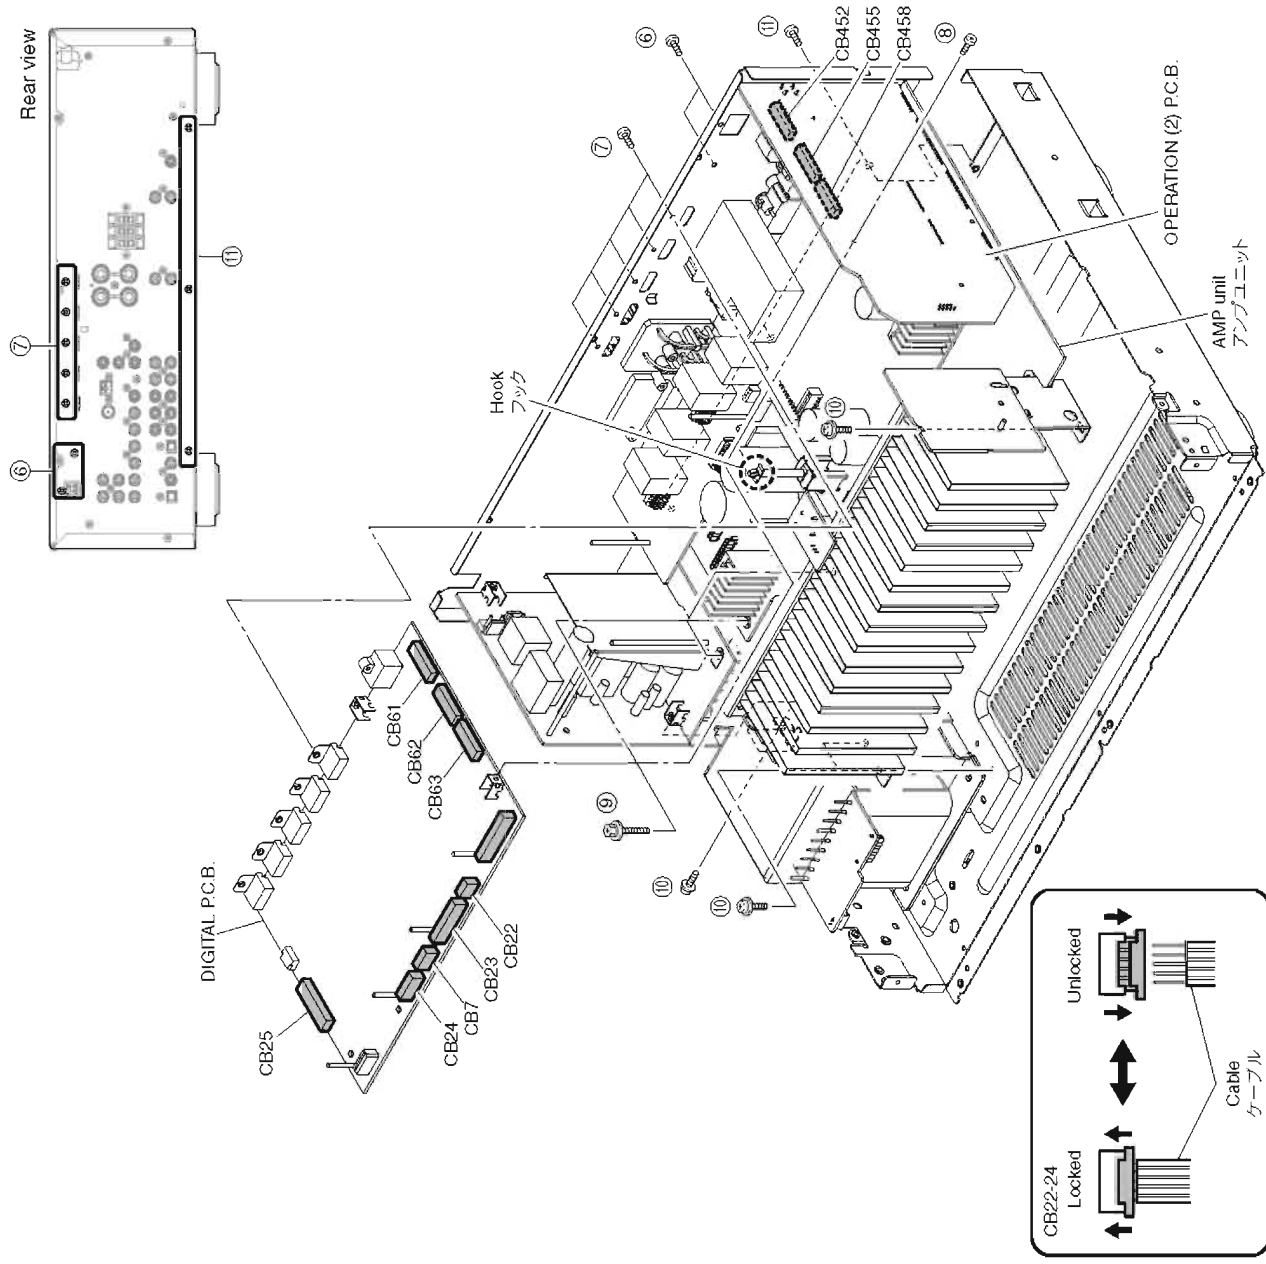

Fig. 2
- Remove 2 screws (⑥) and 5 screws (⑦) (Fig. 2)
- Remove screw (⑧) (Fig. 2)
- Remove CB7 and CB25 (Fig. 2)
- Unlock and remove CB22~24 (Fig. 2)
- Release hook (Fig. 2)
- Remove the DIGITAL P.C.B. which is connected directly to the OPERATION (2) P.C.B. with board-to-board connectors (Fig. 2)
- ⑥のネジ2本、⑦のネジ5本を外します。(Fig. 2)
- ⑧のネジ1本を外します。(Fig. 2)
- CB7、CB25を外します。(Fig. 2)
- ロックを外し、CB22～24を外します。(Fig. 2)
- フック1箇所を外します。(Fig. 2)
- DIGITAL P.C.B.を取り外します。ただし、DIGITAL P.C.B.は OPERATION (2) P.C.B.に基板対基板コネクタで直接接続されています。(Fig. 2)
- Remove 3 screws (⑨) and 4 screws (⑩) (Fig. 2)
- Remove 3 screws (⑪) (Fig. 2)
- Remove the amp unit (Fig. 2)
- ⑨のネジ3本、⑩のネジ4本を外します。(Fig. 2)
- ⑪のネジ3本を外します。(Fig. 2)
- アンプユニットを取り外します。(Fig. 2)